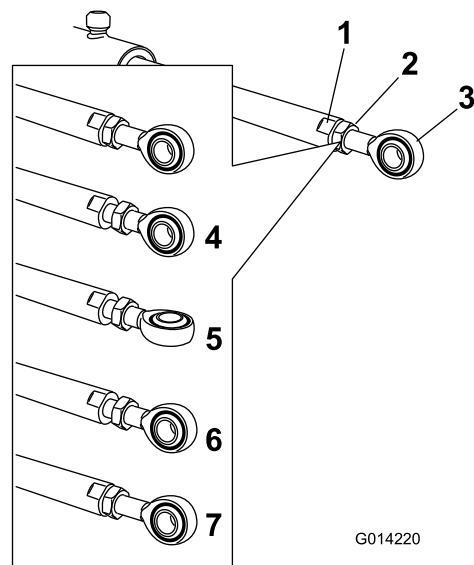

Figure 81
5. Placez une clé sur les méplats de la tige de vérin pour l'immobiliser, puis desserrez l'écrou de blocage pour pouvoir manipuler la tige à œillet (Figure 81).
6. Tournez la tige à œillet dans la tige du vérin pour raccourcir ou allonger le vérin déployé à la position voulue (Figure 81).